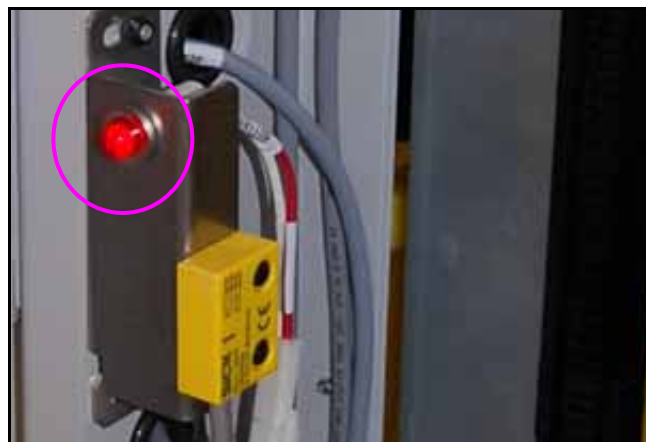

図 2-20: インターロック LED
- a. インターロック LED が点灯し、インターロックが開いていることを示していること。（図 2-20 を参照）。